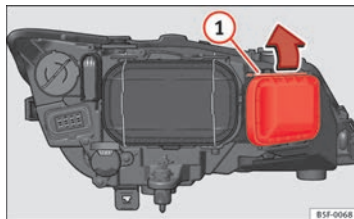

Fig. 138 Lámpara luz de carretera
- Desplace el tirante ⇒ fig. 138 (1) en el sentido de la flecha y saque la tapa.